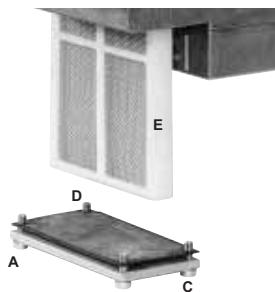

Fig. 28
- 2 Indepartati suruburile 1 + 6 (Fig. 28).